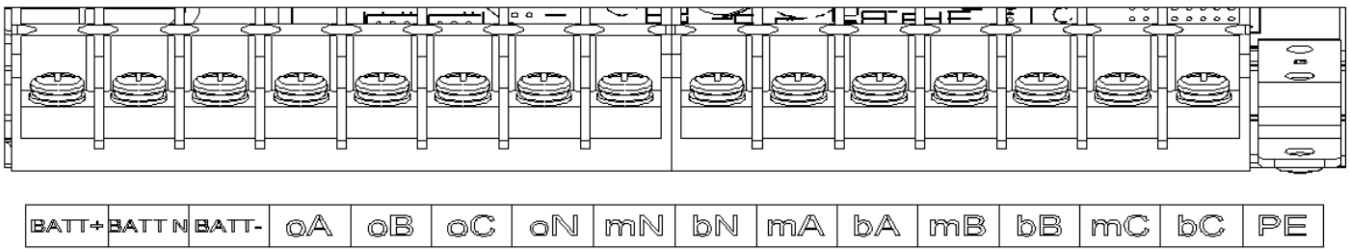

Рисунок 9. Клеммный терминал
2. Снимите заднюю защитную пластиковую крышку клеммного терминала. Входной и выходной клеммы, клемма аккумулятора и клемма защитного заземления (Рисунок 9).